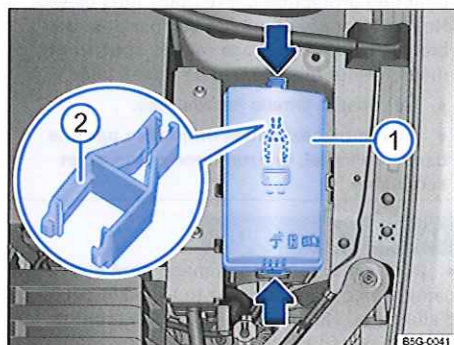

Fig. 268 Dans le compartiment-moteur : cache ① de la boîte à fusibles avec pince en plastique ②.
- Poussez les touches de verrouillage dans le sens des flèches pour déverrouiller le cache du boîtier de fusibles → fig. 268 ①.